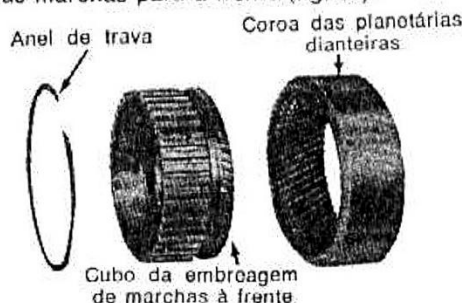

fig. 83 — cubo da embreagem de marchas para frente e coroa das planetárias dianteiras, desmontadas
1. Remover o anel de trava do cubo de embreagem das marchas para a frente (fig. 83).